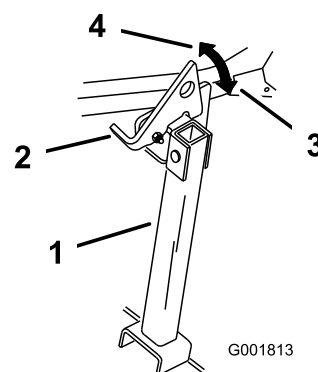

Figure 35
- Relevez le verrou en position déverrouillée (Figure 35).